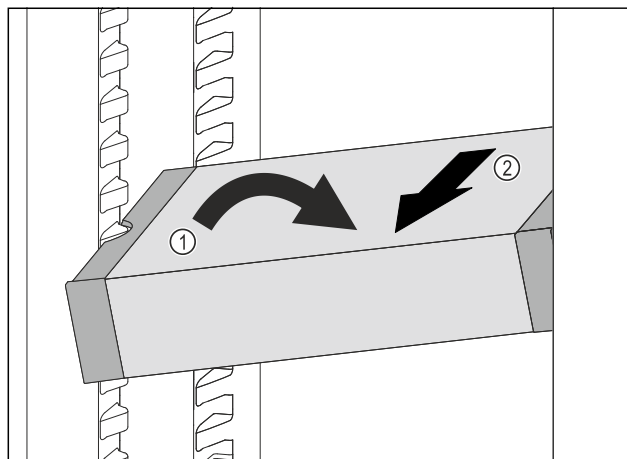

Fig. 111
- ▶ VarioSafe ustawić w chłodziarce pod skosem. Fig. 111 (1)
- ▶ VarioSafe wyjąć do przodu. Fig. 111 (2)